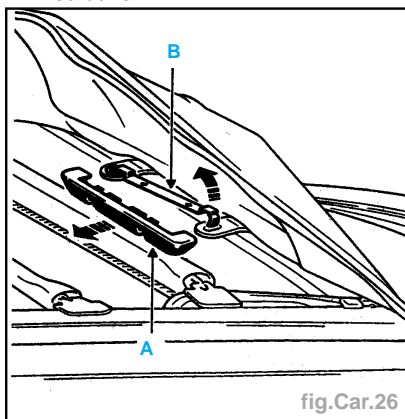

fig.Car.26
- Déclipser le capuchon (A) et la barrette (B) des barres d'accouplement (fig. Car.26).